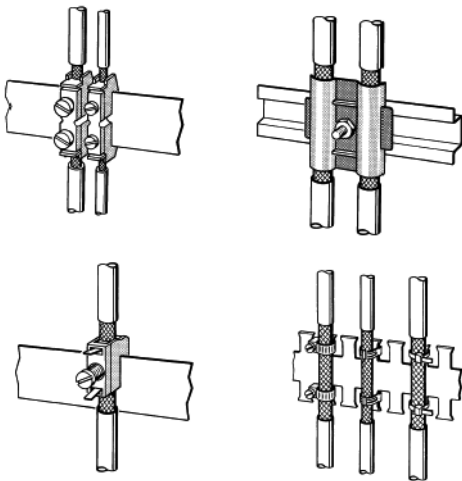

Abb. 14: Befestigen von geschirmten Leitungen mit Kabelschellen und Schlauchbindern (schematische Darstellung)
- ▶ Die Schellen müssen den Schirm großflächig umschließen und guten Kontakt ausüben (siehe Abb. 14).